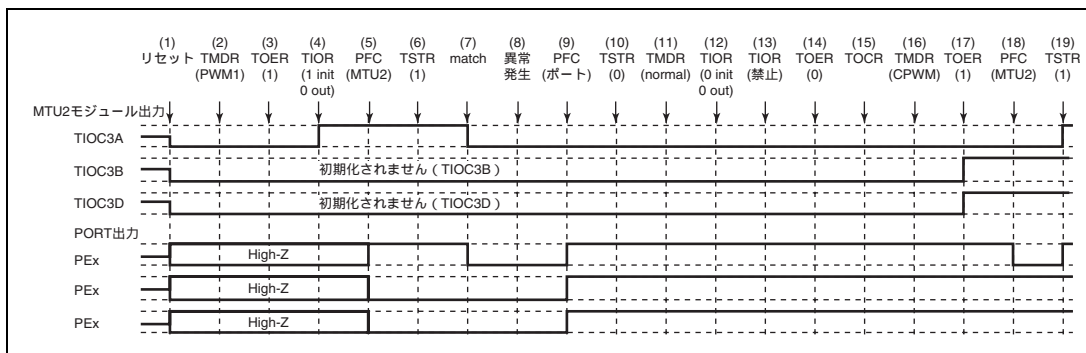

図 12.149 PWM モード 1 で異常が発生し、相補 PWM モードで復帰する場合
PWM モード 1 で異常が発生し、再設定後相補 PWM モードで再スタートする場合の説明図を図 12.149 に示します。
(1) ~ (14) は図 12.149 と共通です。
(15) TOCR でリセット同期 PWM の出力レベルと周期出力の許可禁止を選択してください。
(16) リセット同期 PWM を設定します。
(17) TOER でチャンネル 3、4 の出力を許可してください。
(18) PFC で MTU2 出力としてください。
(19) TSTR で再スタートします。